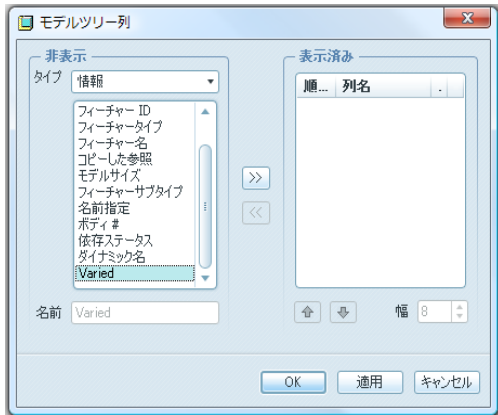

図 12-74 モデルツリー列
- 2) 「設定」、モデルツリー列をクリックするとモデルツリー列のダイアログボックスが現れる (図 12-74) に示す。タイプ : モデルパラメータ、名前のところ PRTNO を入力する。